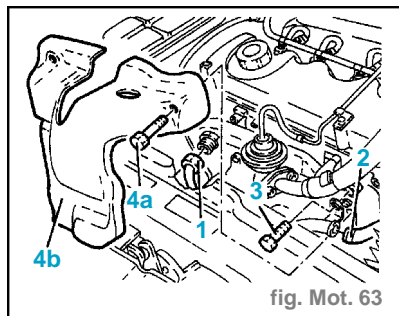

fig. Mot. 63
- Détacher du turbocompresseur le tube de sortie d'huile (4).
- Détacher du turbocompresseur la durit (5) d'amenée d'air à l'échangeur de chaleur.
- Désassembler du tube rigide d'entrée du liquide à la pompe à eau le tube de sortie (1) du liquide de l'échangeur refroidissement de l'huile moteur. (fig. Mot. 63) Récupérer le liquide de refroidisse-